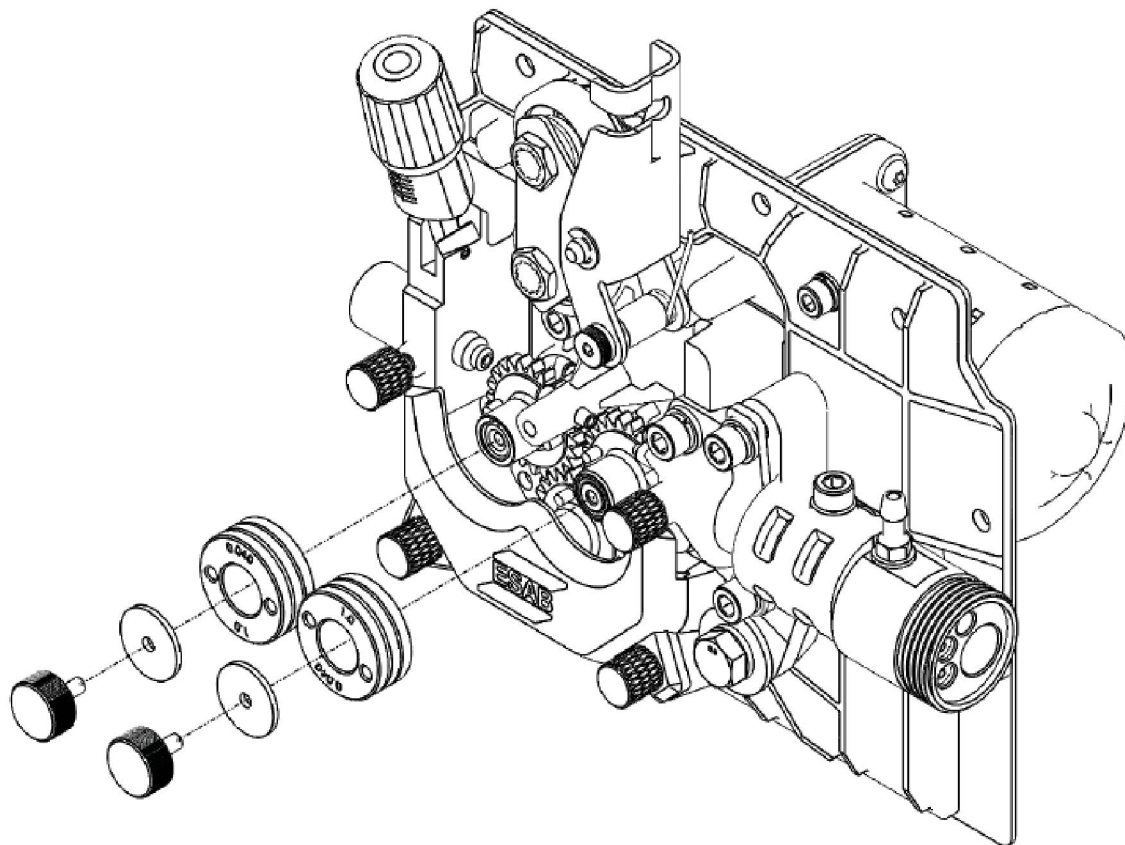

Рис. 6. Снятие и установка подающего ролика
Не снимайте ведущую шестерню (см. (1) на рис. 6). (Риск потери полукруглой шпонки вала привода.)